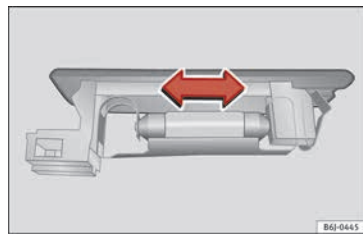

Abb. 119 Gepäckraumleuchte*
- Drücken Sie die Glühlampe zur Seite und nehmen Sie sie aus ihrer Halterung heraus » Abb. 119.